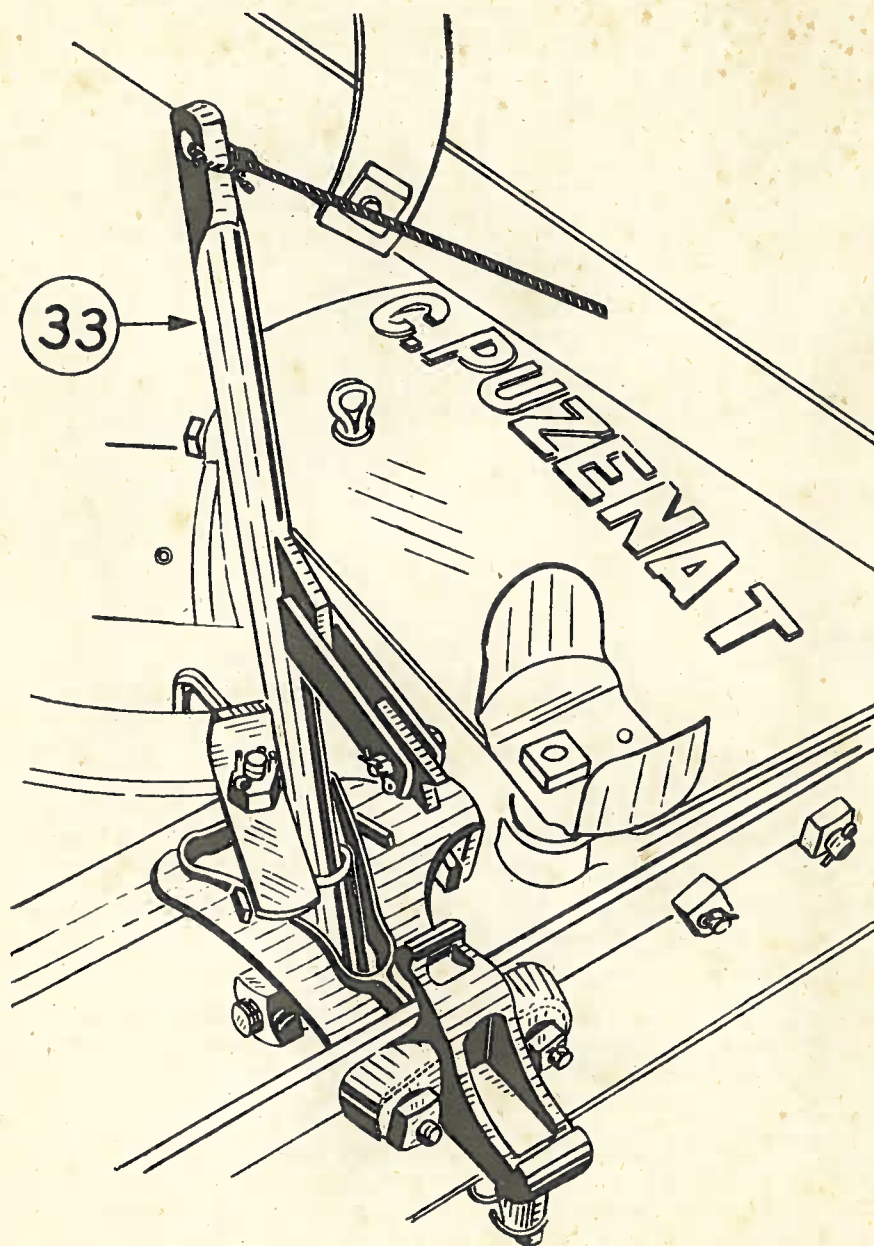

Figure 7
4^o) Tirer sur la cordelette bien à fond puis la lâcher : cette manœuvre a pour effet de libérer le levier (33) qui était retenu par son linguet (35) et de l'aiguiller vers le cran (36) correspondant au fanage. Le levier (33) prend alors la position de la figure 7 : l'instrument est embrayé.